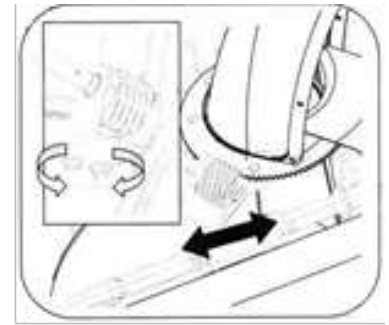

Figure 35
2. Resserrer les écrous. Voir la figure 35.